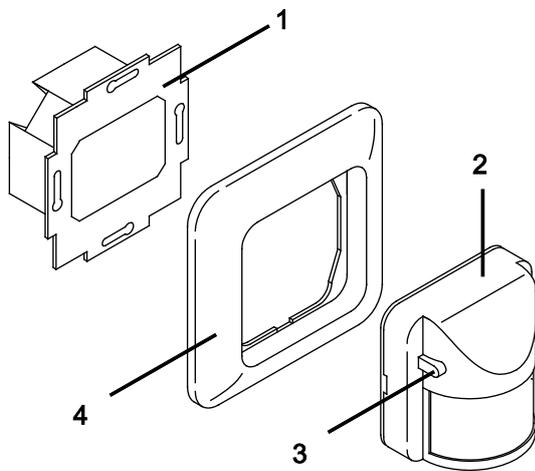

Abb. 5: Geräteschema für Schutzklasse IP 20
Die Mittelstellung des Schiebeschalters (Abb. 5, Pos. 3) kann durch eine beigelegte Schraube auf der Rückseite des Gerätes gegen unbefugtes Verstellen (z.B. bei der Anwendung in Hotels und Verwaltungsbauten) gesichert werden.
3. Stecken Sie den Sensor (Abb. 5, Pos. 2), und den Abdeckrahmen (Abb. 5, Pos. 4) auf den UP-Einsatz auf und rasten Sie ihn ein.